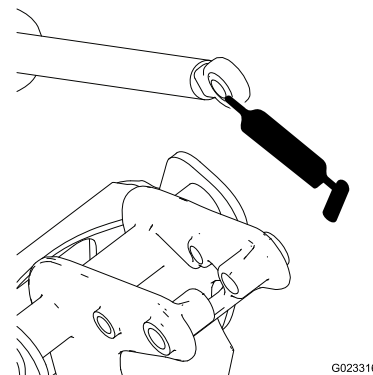

図 19
6. アクチュエータ・ロッドのベアリング端部を動かしながらベアリング内部にグリスを注入する (図 19)。